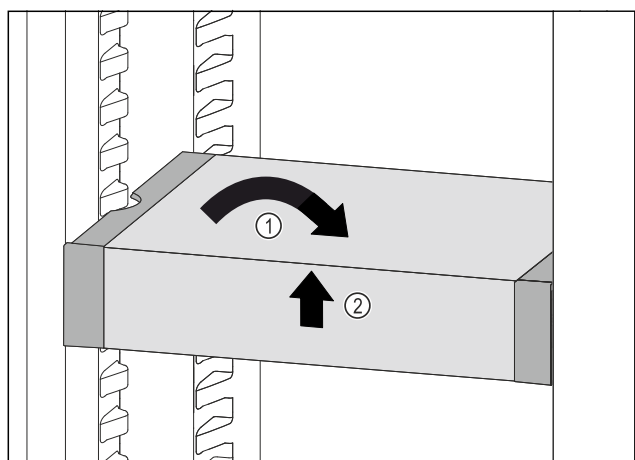

Fig. 99
- ▶ VarioSafe gerade stellen. Fig. 99 (1)
- ▶ VarioSafe vorne anheben. Fig. 99 (2)